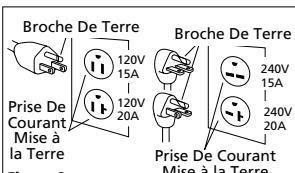

Figure 8
1. Ce produit doit être misé à la terre. Lors d'un court-circuit, la mise à la terre diminue le risque de secousse électrique en fournitant un fil d'échappement pour le courant électrique. Le modèle est équipé d'un cordon avec une broche de terre qui correspond aux types de prises de courant indiquées sur la Figure 8. Si la fiche ne correspond pas dans la prise de courant désirée, la faire remplacer par un électricien qualifié, terre correctement en respectant tous les codes et règlements locaux.
1. Si la fiche sur le cordon d'alimentation du modèle vous paraît étrange ou si la fiche ne correspond pas à votre prise de courant, se référer à la Figure 8 pour une explication des différentes fiches et des tensions que vous pouvez utiliser avec ces fiches.
Les moteurs à tension double peuvent être branchés pour soi 120 volts ou 240 volts. Déterminer la tension installée à l'usine pour votre compresseur en comparant la fiche sur le cordon avec les prises indiquées sur la Figure 8. Se référer à la décalcomanie sur le moteur afin de changer de tension basse à tension haute.